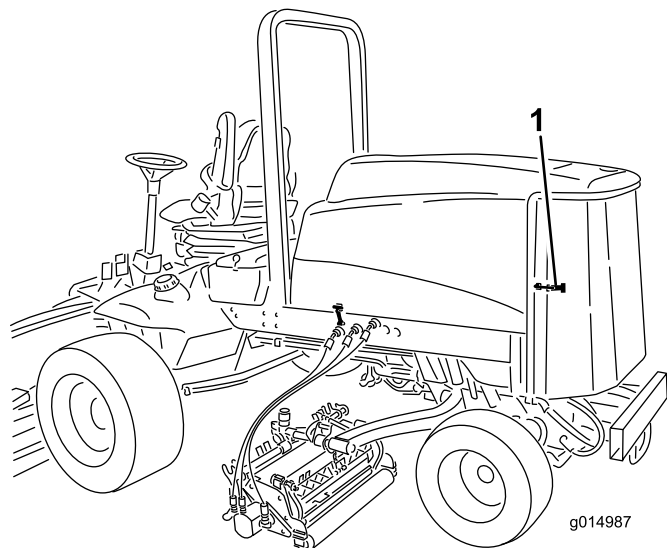

Figura 93
1. Desenganche y abra la rejilla trasera (Figura 93). Limpie a fondo cualquier residuo de la rejilla.